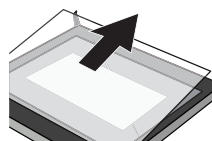

Figure 5
5. Pousser le verre dans le sens indiqué dans la figure 5. Puis tirer doucement le verre hors du socle.